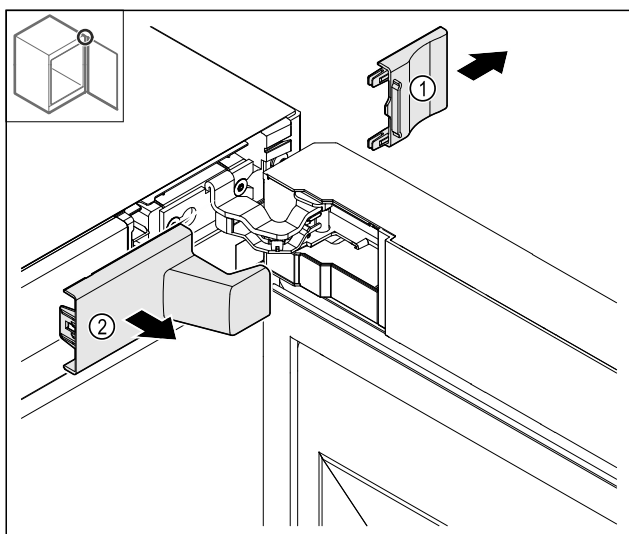

Fig. 13
- ▶ Privzdignite pokrov Fig. 13 (1) in ga nato odstranite Fig. 13 (2).